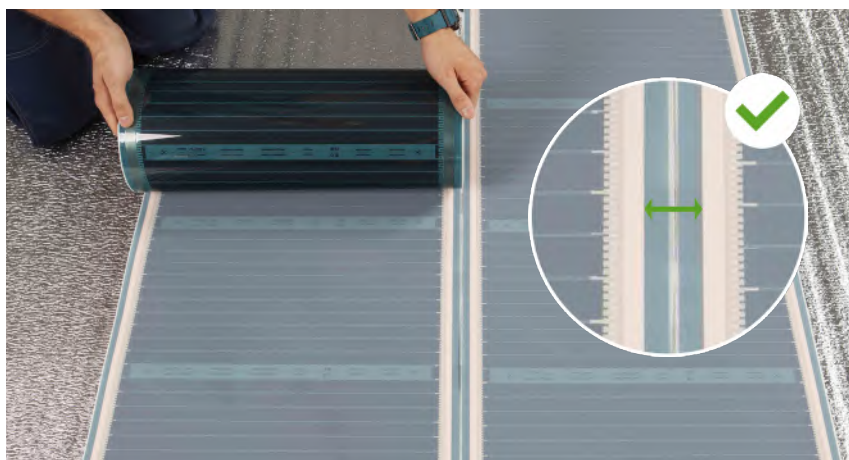

Рис. 10
- укладывать нагревательные полосы внахлёт (допускается делать нахлёт только на технологических участках нагревательной плёнки при условии, что расстояние между токонесущими шинами не менее 1 см) (рис. 10).